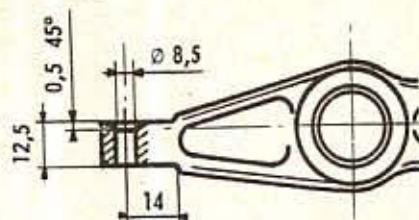

Fig. 57. — Extrémité d'un bras arrière
- Contrepercer le trou à 8,5 mm de diamètre (fig. 57).